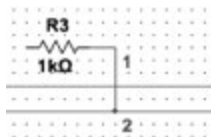

图 1.1.6 电路节点与交叉点比较
(1) 导线的连接: 将光标移动到元器件引脚处会出现带圆点的十字光标,单击引出导线,将光标移动到目的元器件引脚处,该端点变红后单击,完成导线的连接。如需控制导线走线位置,可在关键处单击以添加导线拐点,直至目的元器件引脚处,单击结束导线走向。也可使用快捷键 Ctrl+Shift+W 使光标变为十字图形,单击导线需要放置的地方即可引出导线,再次单击,结束导线的放置。
(2) 导线的删除: 单击选中该导线,导线端点及折角处显示蓝色小方框即该导线被选中,按 Delete 键删除导线。
(3) 导线编号的显示: 执行菜单命令 Edit-> Properties-> sheet visibility-> net names-> show all,显示导线编号。
(4) 节点的使用与添加: 节点作为导线的端点或交叉连接点,在电路工作区上是一个实心小圆点,如图 1.1.6 中 2 点所示。而图 1.1.6 中 1 点位置的两条导线仅为交叉布线,并未连通。如需将该处导线连通,可选择绘制(Place)->结(Junction)拖出节点,放置